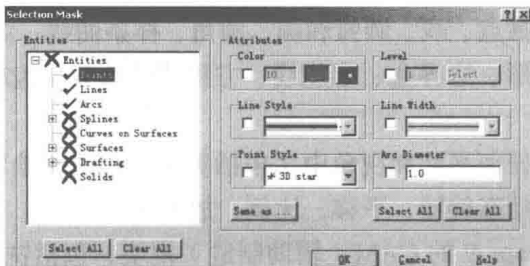

图 1-4
(2) 改进了限定选择, 选择 Delete→Duplicate→Masking (删除→重复的→屏蔽) 命令, 显示 Selection Mask (屏蔽选择) 对话框, 如图 1-4 所示, 有√/标记的表示要选的因素。